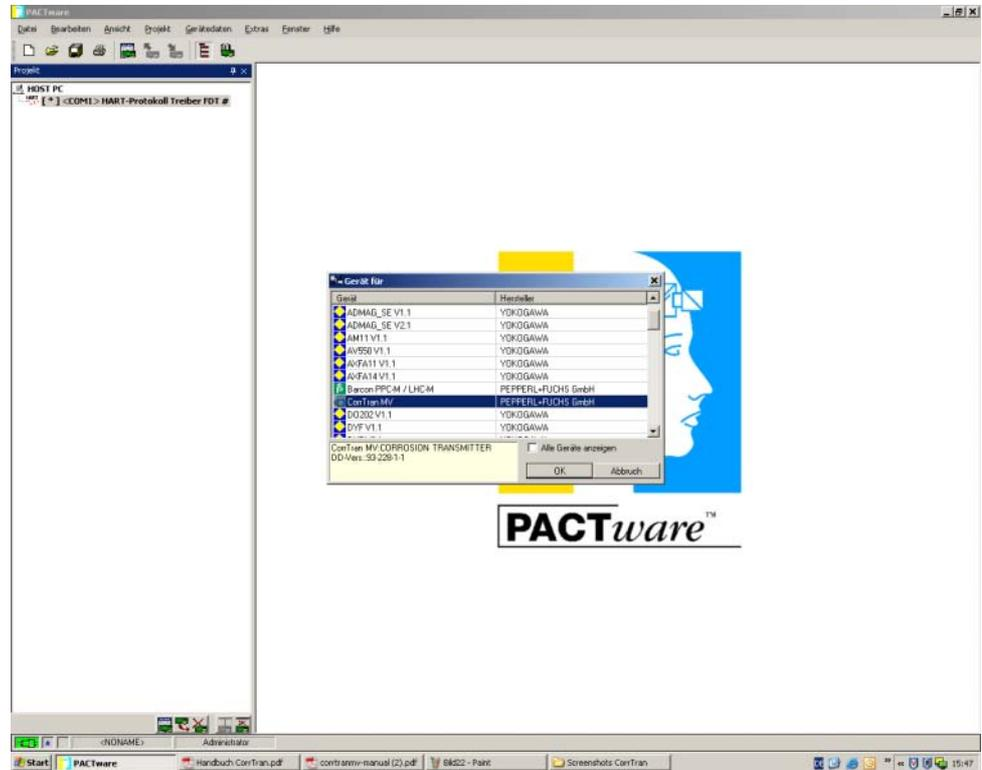

Bild 5.4 CorrTran MV DTM wählen
- ▶ Markieren Sie im Fenster **Gerätekatalog** „CorrTran MV“, siehe Bild 5.4.